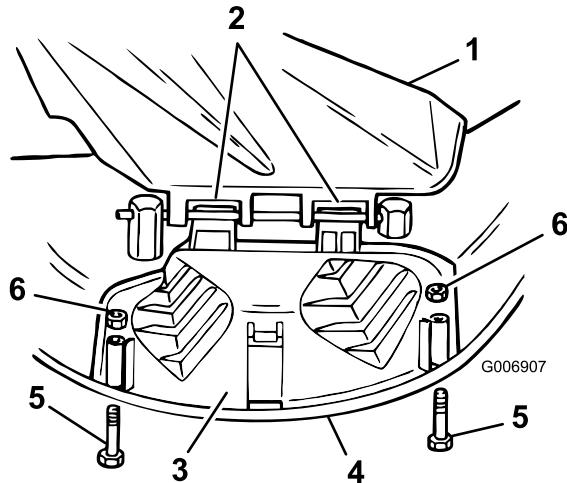

Figure 15
3. Abaissez l'obturateur d'éjection jusqu'sur le bord inférieur du carter du plateau de coupe pour fermer l'ouverture (Figure 15).
4. Fixez l'obturateur d'éjection au bord inférieur du carter du plateau de coupe à l'aide des boulons et des écrous (Figure 15).